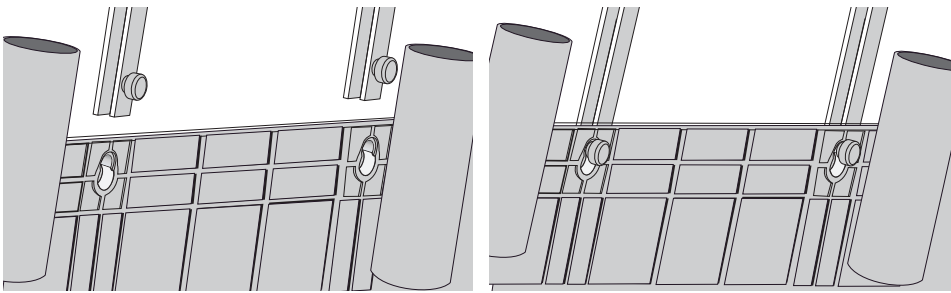

Figura 3
- **Si está montando usando los Soportes de Fijación:** Coloque un Soporte de modo que las perillas de soporte circulares estén orientadas hacia la parte posterior de la Estructura del Organizador. Ajuste la perilla a través de una de las aberturas en forma de bocallave en la Estructura del Organizador y levante el Soporte para colocarlo en su lugar. (Consulte la figura 3) Repita con el segundo Soporte. El Organizador ahora está listo para colgar.